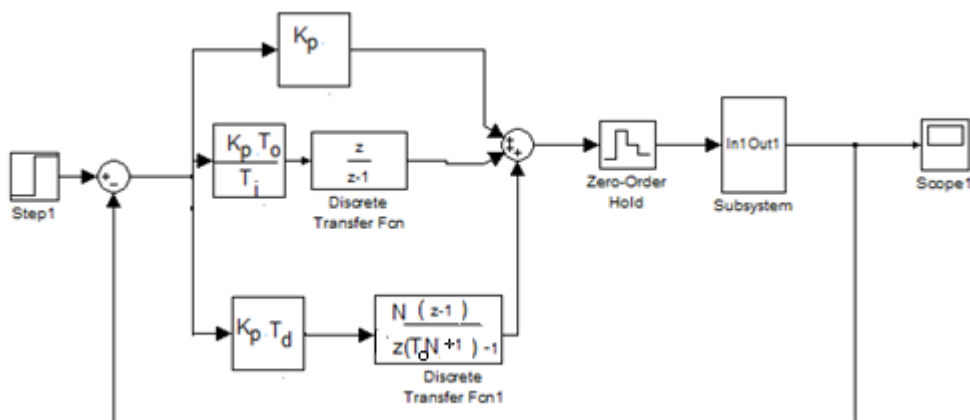

Figura 4 – PID discreto
3) Com os valores do item 2, aplique na equação 3 para obter a equação do PID digital.
4) Implemente a equação do PID discreto no Simulink ou no Scilab. Como a planta é contínua, será colocado um segurador de ordem zero na sua entrada, mostrado na figura 4.